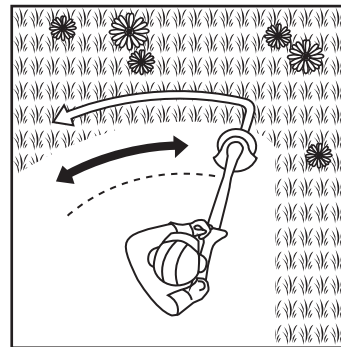

Fig. 9
5. Mueva el producto con un movimiento de arco definido, lento y de izquierda a derecha antes de llevarlo de nuevo a la posición inicial para cortar la siguiente zona (Fig. 9).